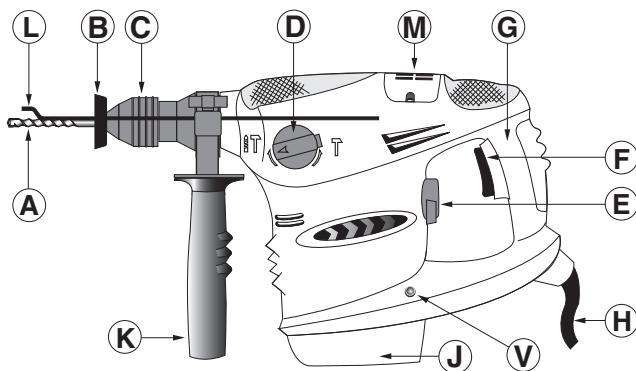

Fig. 3
Connecter le dispositif de percussion et rotation: placer le sélecteur avant (D) sur le symbole "foret+marteau" et le sélecteur arrière (E) sur le symbole "foret+marteau" (Fig 3)
Connecter le dispositif de percussion seule: placer le sélecteur avant (D) sur le symbole "marteau" et le sélecteur arrière (E) sur le symbole "foret+marteau" (Fig 3)
Placer le sélecteur avant (D) sur le symbole "foret+marteau" et le sélecteur arrière (E) sur le symbole "foret" (Fig 3)